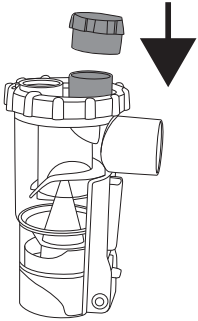

Fig. 16
- Per aumentare la resistenza respiratoria è possibile connettere il trainer respiratorio sulla parte superiore del nebulizzatore (Fig. 16).